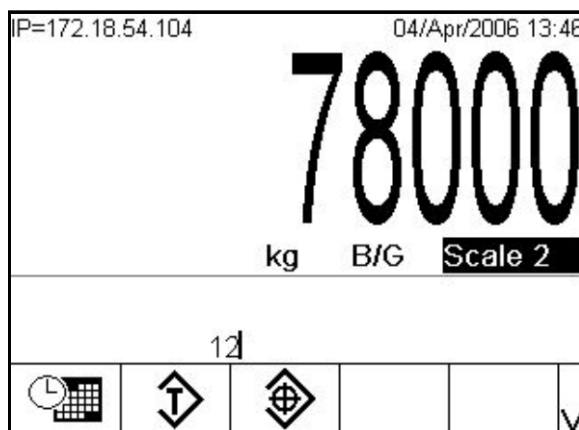

Figura C-12: Immissione diretta dell'ID della tara per il Richiamo rapido
1. Utilizzare i tasti numerici sul pannello per immettere il l'ID della tara desiderata. Le cifre vengono immediatamente visualizzate sopra le icone dei soffkey, come mostrato in Figura C-12.